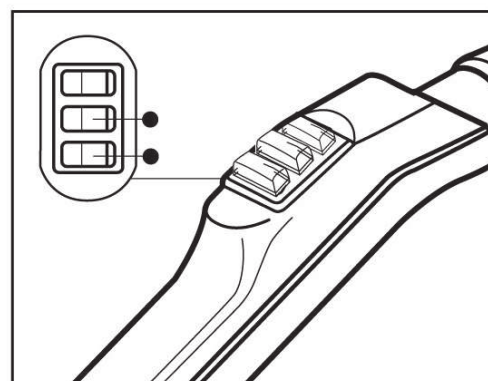
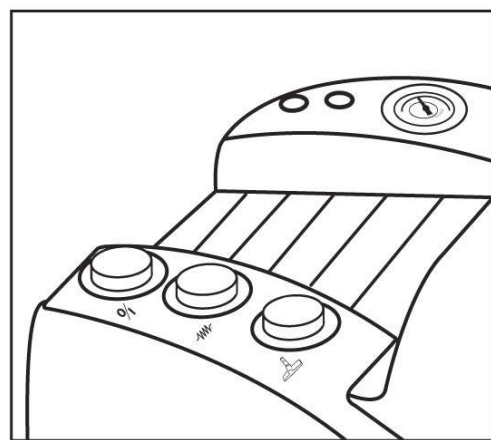

Fig. 14
Fig. 15
Schakel, om het apparaat te stoppen, de stoom- en zuigschakelaars op de handgreep (21) uit (Fig. 14); schakel de schakelaars op het apparaat uit (Fig. 15) en haal de stekker uit het stopcontact.